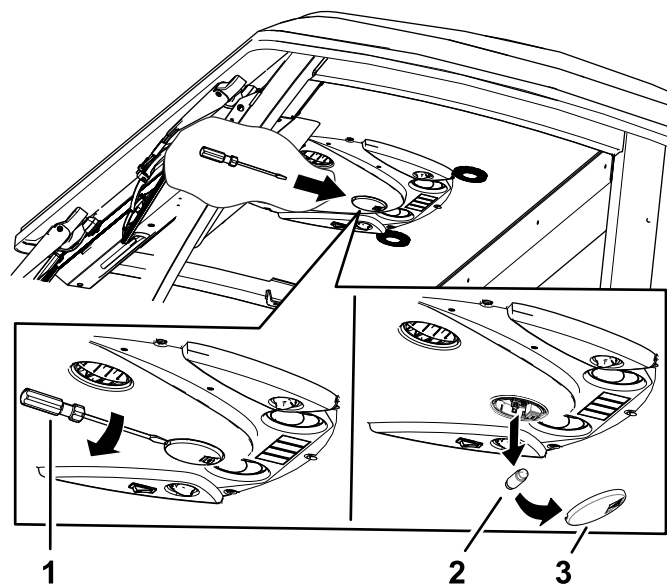

Bild 87
1. Verwenden Sie einen Schraubendreher, um die Lichtscheibe vom Bedienfeld zu entfernen (Bild 87).
2. Entfernen Sie das Leuchtmittel aus der Fassung (Bild 87).